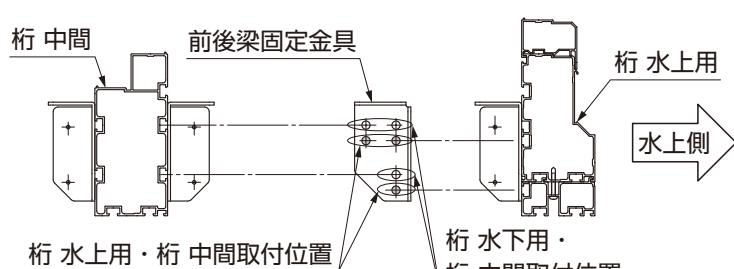

図6-7
- 前後梁固定金具の取付け位置が異なりますのでご確認ください。(図6-7参照)